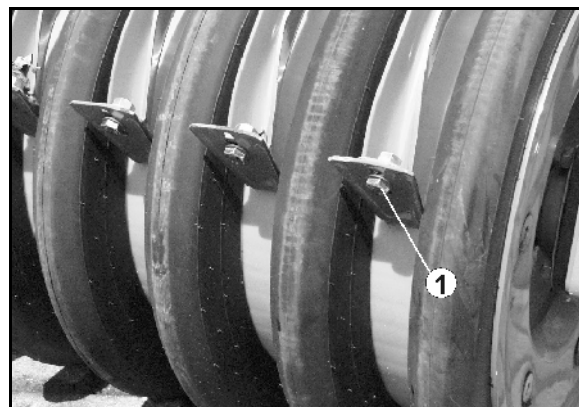

Рис. 26
2. Ослабьте винт (Рис. 26/1) под скребком.